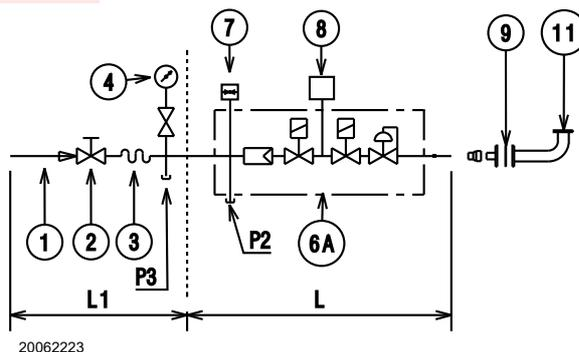
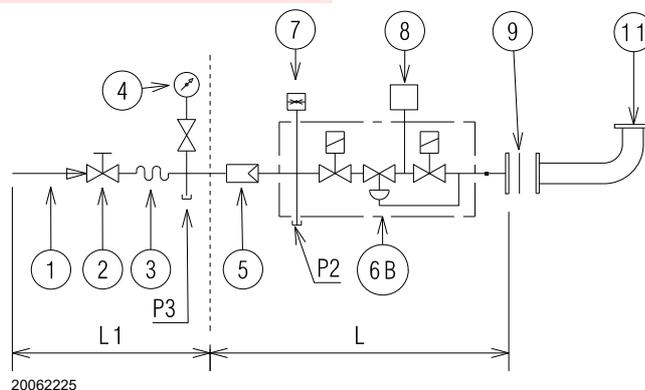
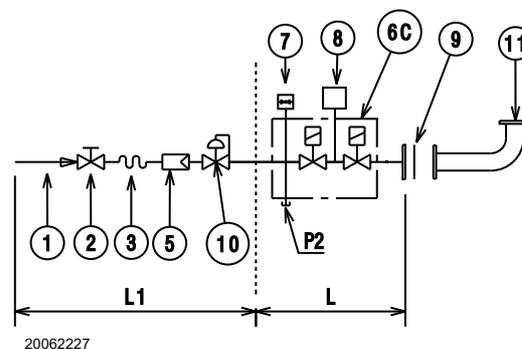
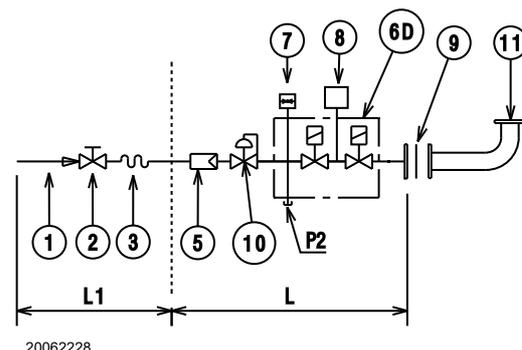

Fig. 23
Fig. 24
Fig. 25
Fig. 26
- Pour que la pompe puisse s'auto-amorcer, il est indispensable de desserrer la vis (3) de la pompe, voir Fig. 24, pour vider l'air contenu dans le tuyau d'aspiration.
Légende (Fig. 23 - Fig. 24 - Fig. 25 - Fig. 26)